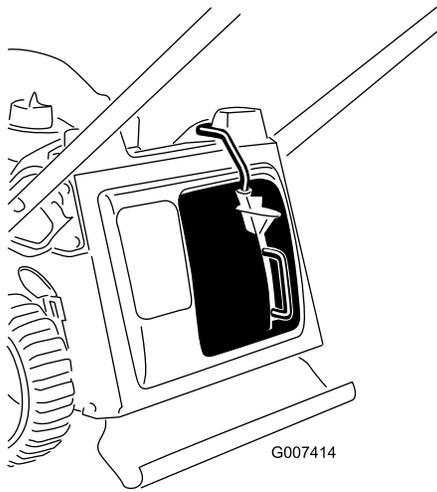

Figura 10
3. Togliete il pollice dal pulsante sulla leva e assicuratevi che la parte superiore della leva sia completamente inserita nella scanalatura (Figura 10). **Se la parte superiore della leva non è inserita nella scanalatura, il tosaerba non si avvia.**